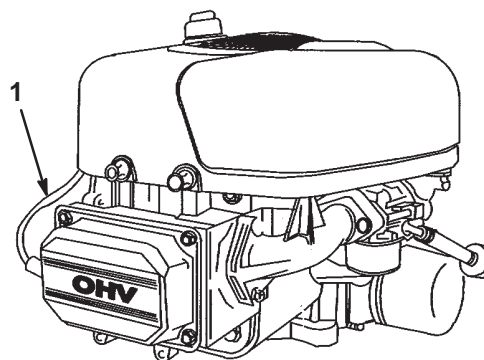

Figure 25
3. Débranchez le fil de la bougie (Fig. 25). Nettoyez la surface autour de la bougie pour éviter que des impuretés endommagent le moteur en tombant à l'intérieur.
3. Reconnectez le fil à la bougie (Fig. 25).